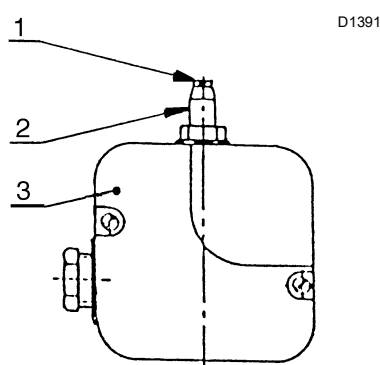

Fig. 35
5.11.6 Purge de l'air (Fig. 35)
Légende (Fig. 35)